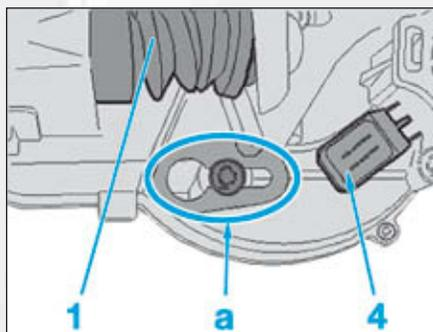

FIG.11
- l'état du soufflet de protection de la tige de poussée (1) (Étanchéité) (Fig.11),
- le connecteur (4) (pas d'humidité ni de poussière),